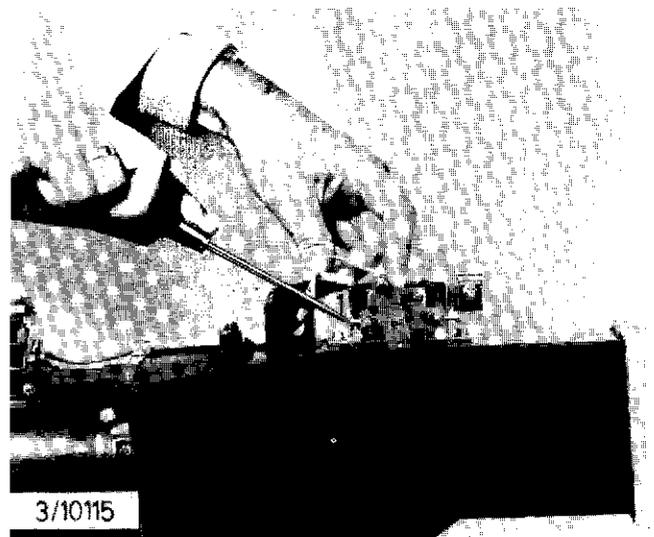

Bild 20
Bei 50°C Einstellschraube (1) soweit hinein schrauben (Bild 20), bis Prüflampe an der Brennstoffpumpe wieder aufleuchtet.